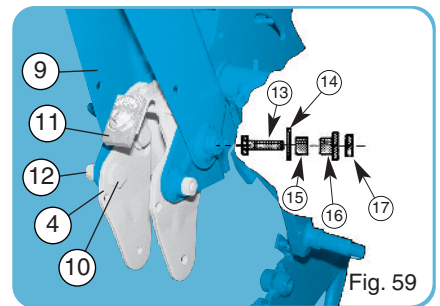
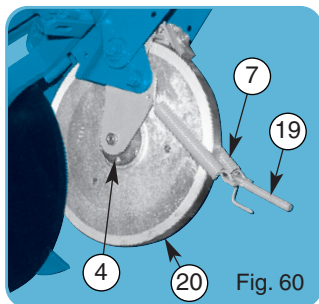
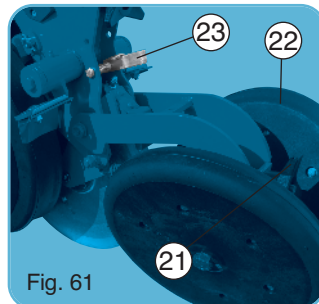

Fig. 59
Fig. 60
Fig. 61
- Présenter le cadre ④ sans la roue plombreuse, mettre en place les vis épaulées ⑩ et les écrous ⑫ (fig. 59).
- Mettre en place les vis de fixation ⑬ du bloc arrière ⑨ avec les entretoises de débattement ⑭, les rondelles ⑮, les écrous spéciaux ⑯ et les contre-écrous ⑰.
- Récupérer les 2 ressorts ⑦, les monter sur le cadre ④ (fig. 60). Respecter l'orientation de l'embout de réglage ⑱.
- Mise en place de la roue ②.
- Mise en place de la poignée ⑲ (fig. 61).
- Remonter les roues arrière tasseuses ⑳.
- Position de fonctionnement (fig. 61).
- Position the frame ④ without the press wheel, and put the turned screws in place ⑩ and the nuts ⑫ (fig. 59).
- Position the fixing screws ⑬ of the rear unit ⑨ with the clearance spacers ⑮ the washers ⑭ the special nuts ⑯ and the counternuts ⑰.
- Take the 2 springs ⑦, and assemble them on the frame ④ (fig. 60). Respect the orientation of the adjusting end part ⑱.
- Position the wheel ②.
- Position the adjusting handle ⑲ (fig. 61).
- Reassemble the rear press wheels ⑳.
- Operation position (fig. 61).